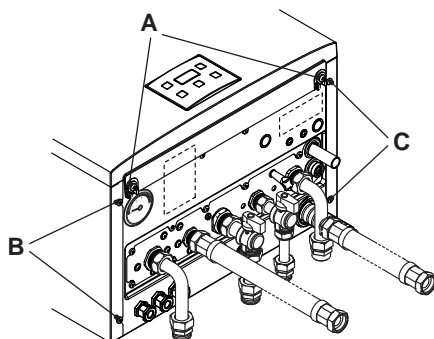
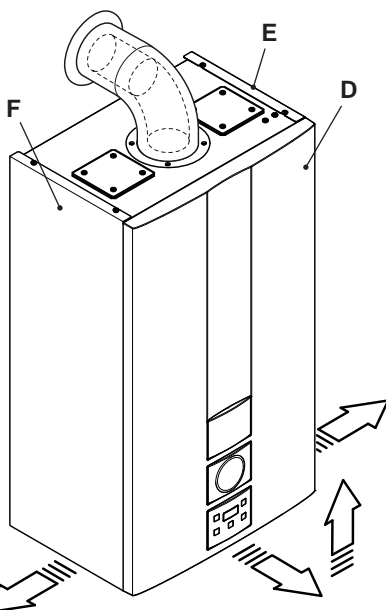

Figura 9.1
Figura 9.2
• Svitare le viti Ae rimuovere il pannello frontale D tirandolo a sè e quindi spingendolo verso l'alto in modo da liberarlo dalle sedi superiori (Figura 9.1 e Figura 9.2).
Allentare la viti Be Cin Figura 9.1 e togliere i due pannelli laterali Eed Ftirandoli verso l'esterno.
- Bloccare il pannello frontale D con le apposite viti A (Figura 9.1).